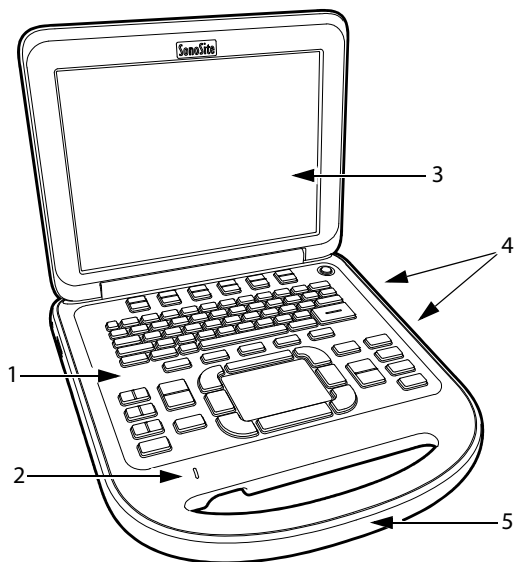

Abbildung 1 Funktionen – Systemvorderseite:
- ❖ USB-Speichergerät an eine beliebige USB-Schnittstelle am System oder Mini-Dock anschließen. Siehe **Abbildung 1** auf Seite 1.